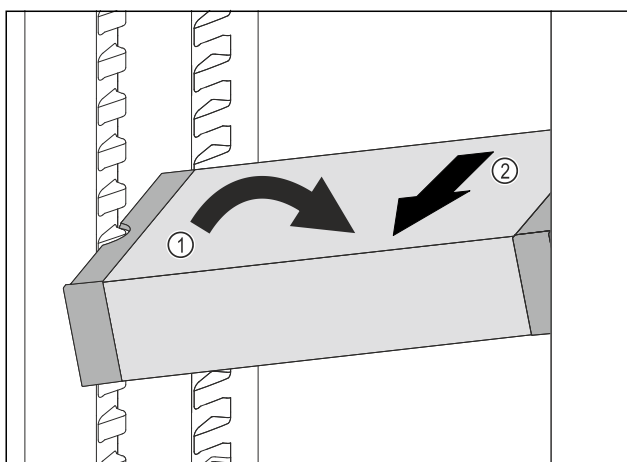

Fig. 207
- VarioSafe postavte v chladničce šikmo. Fig. 207 (1)
- VarioSafe odeberte směrem dopředu. Fig. 207 (2)